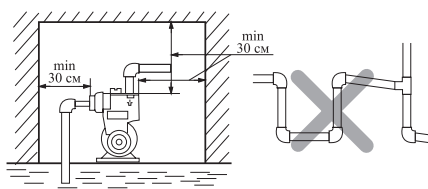

рис. 3
3.5 Место установки станции должно обеспечить свободный доступ для монтажа, проверки и ремонта. При установке станции в помещении, соблюдайте минимальные размеры, как показано на рис.3.